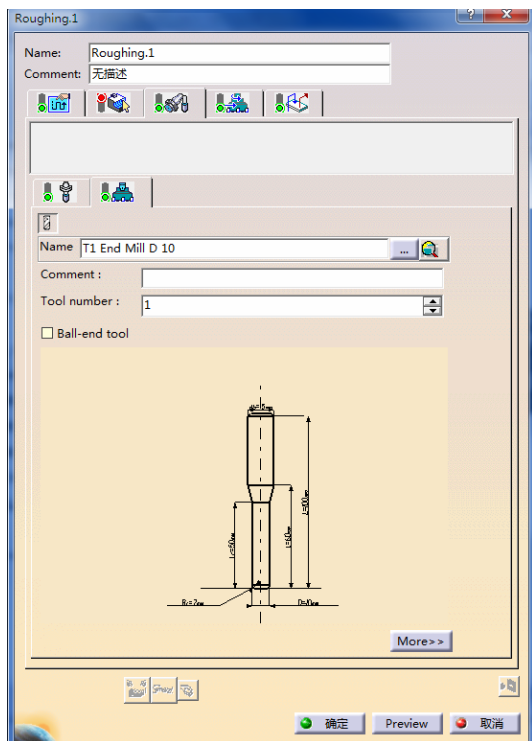

图 3-106 刀具参数选项卡（5）
- 单击“Roughing.1”对话框中的，切换到刀具参数选项卡（5），在“Name”文本框中输入“T1 End Mill D10”，取消“Ball-end tool”复选框，如图 3-106 所示。